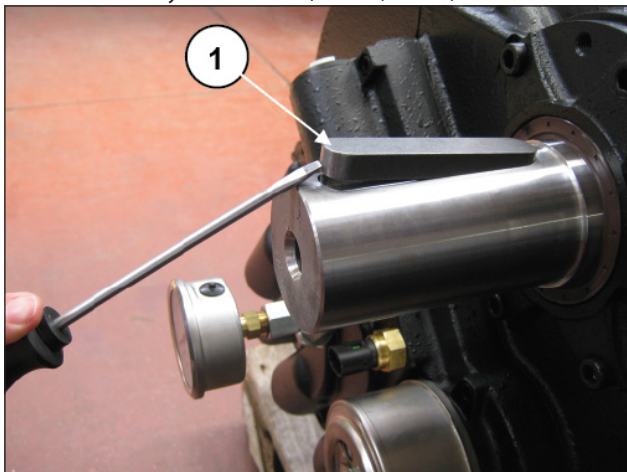

Рис. 7
Снимите шпонку с вала BOM (поз. ①, Рис. 7).